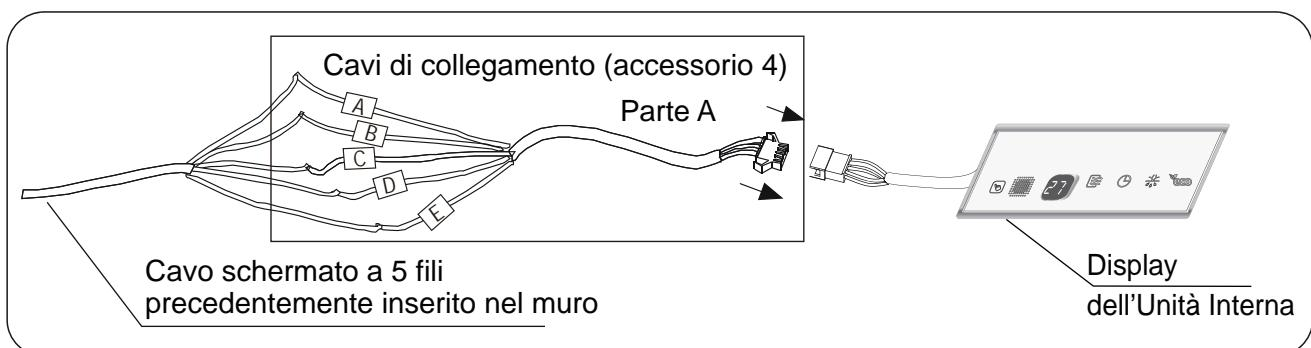

Figura 3.7
- 1) Collegare il terminale a 5 vie più grande della parte A dei cavi di collegamento al Display dell'Unità Interna. Collegare l'altra estremità della parte A dei cavi di collegamento (l'estremità tagliata) al cavo schermato a 5 fili precedentemente inserito nel muro (vedi Figura 3.7).